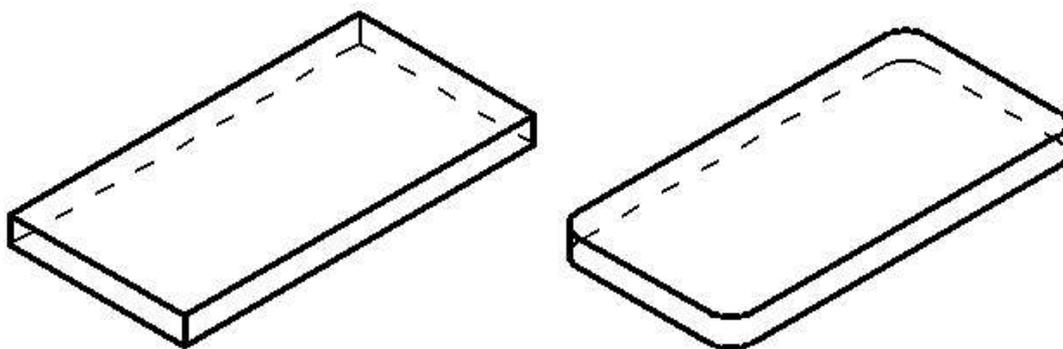

Рис. 113
10. Построить сопряжение из контекстного меню или меню **Деталь** ⇒ **Типовые элементы** ⇒ **Сопряжение...**, задать радиус 10 (рис. 113).